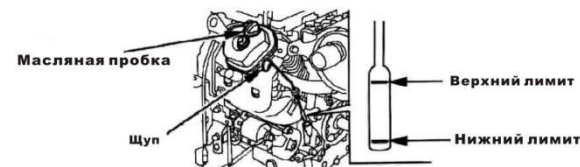

Рис. 7
2. Снимите щуп (Рис.7) и прочистите его.